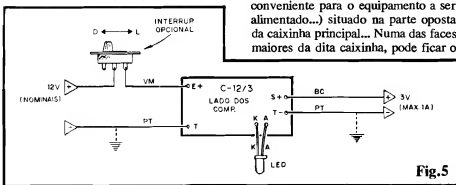

Fig.5
- FIG. 5 - CONEXÕES EXTERNAS À PLACA - Ainda vista pelo lado dos componentes, agora temos a placa com suas ligações externas, aproveitando justamente aquelas "ilhas"/furos que haviam "sobrado" na figura anterior. Atenção à identificação dos terminais do LED em função das suas "ilhas" de ligação, A e K... Cuidado também com a polaridade dos fios de Entrada e Saída... Recomendamos o uso do código de cores sugeridos, com **vermelho** para o positivo de Entrada, **branco** para o positivo de Saída, e **preto** para ambos os negativos (que correspondem ao "terra comum" do bloco...). Se for adotado o interruptor geral, este de-